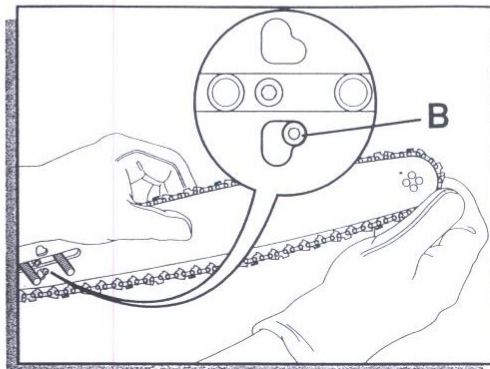
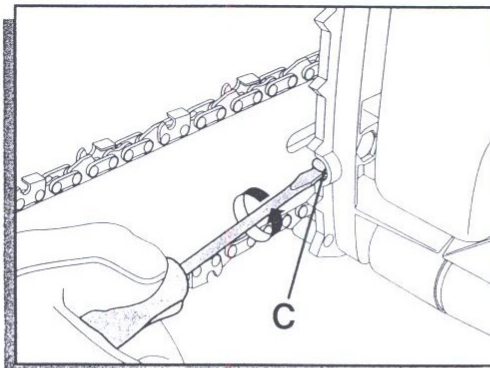

fig. 4
fig. 5
- Hullet i sværdet skal passe ind over tappen i kædestrammeren (fig.4)
- Kæden monteres i sporet på sværdet og tilpasses til næsehjulet (fig.4). Hvis kæden er for stram at montere kan det være nødvendigt at løsne kædestrammeren med en skruestrækker.(fig. 5) .